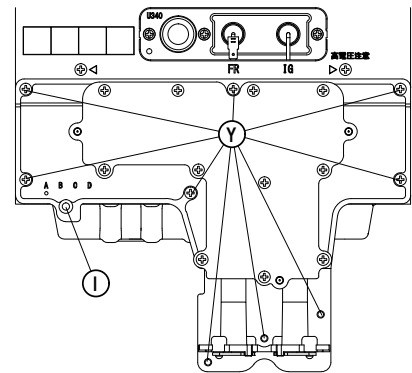
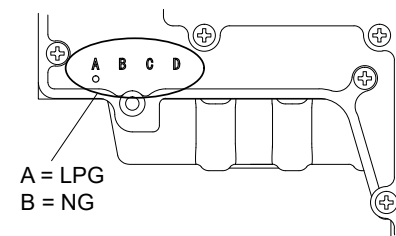

Fig.1
Fig.2
2. Rimuovere lo scintillatore (vite 'I' - Fig.1) e sostituire il collettore gas (vite 'Y' - Fig.1). Il tipo di gas del collettore è indicato sul collettore (Fig.2).